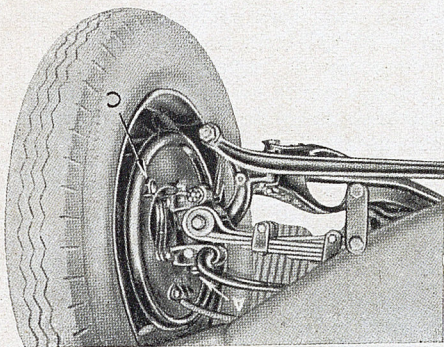

Fig. 15. — Réglage des freins avant.
*Réglage d'usures légères.* — Pour retendre les freins auto-centreurs usés très légèrement, il suffit de tourner dans le sens des aiguilles d'une montre le tenon de réglage A indiqué sur les fig. 15, 16 et 17.